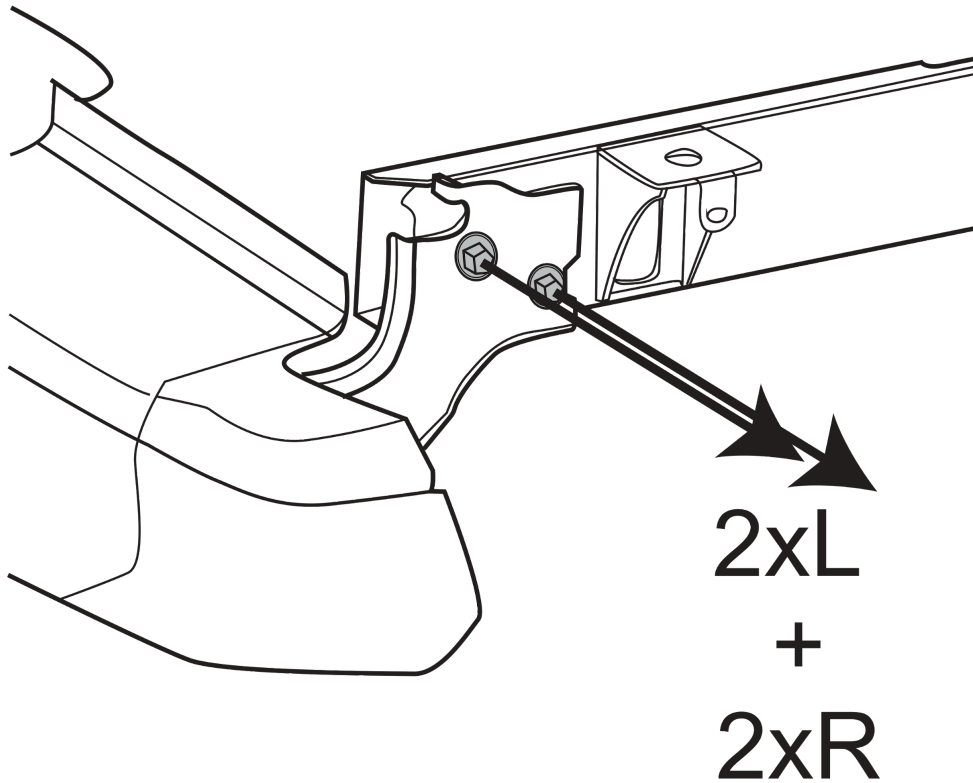

Fig. 1
1. Удалить болты, как указано на рис. 1.